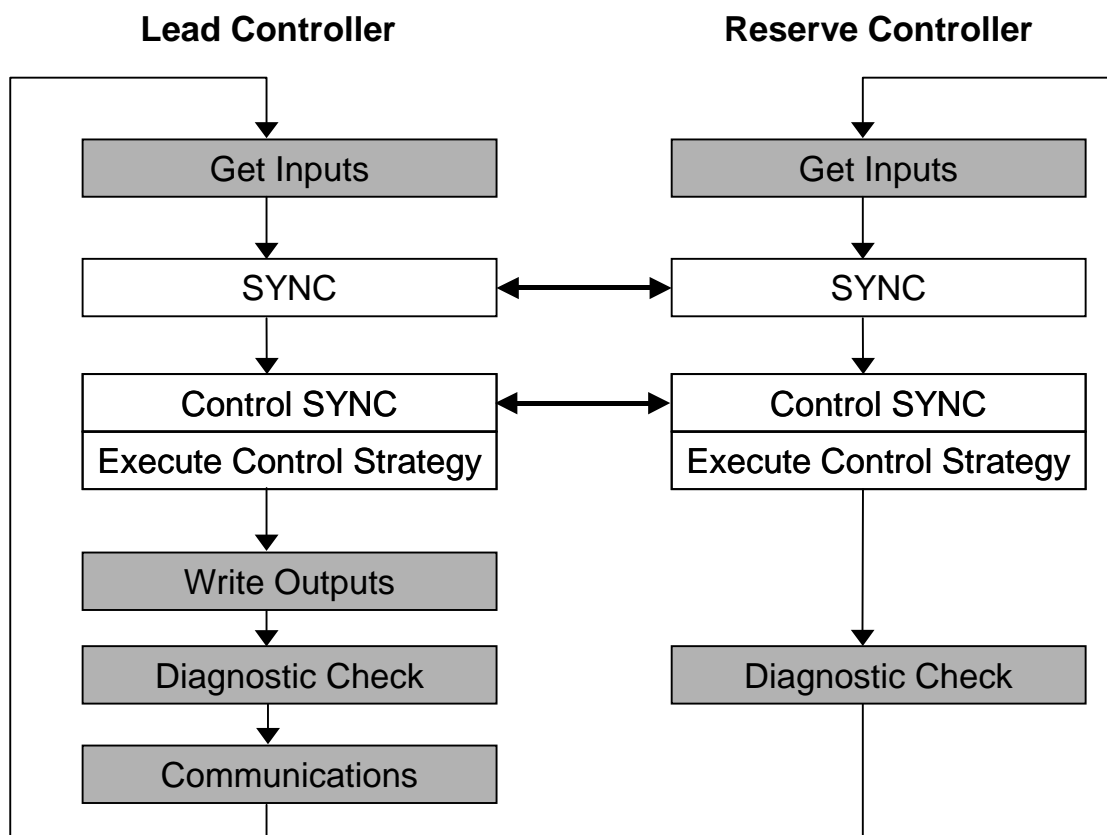

Figure 83 – Sincronizzazione del regolatore principale
- Entrambi i regolatori, principale e di riserva, eseguono i blocchi funzionali nella strategia di controllo, ma soltanto il regolatore principale determina le uscite fisiche nei rack di I/O. Vedere la Figure 83.